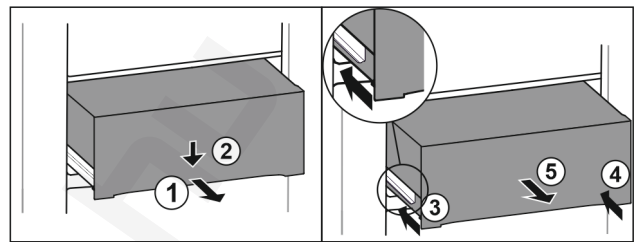

Fig. 86
- ▶ Húzza ki félig a fiókot. Fig. 86 (1)
- ▶ Nyomja le a fiók előlő oldalát. Fig. 86 (2)
- ▶ Tolja be a bal oldali sínt körülbelül 2 cm mértékben. Fig. 86 (3)
- ▶ Tolja be a jobb oldali sínt körülbelül 2 cm mértékben. Fig. 86 (4)
- ▶ Vegye ki a fiókot előre. Fig. 86 (5)